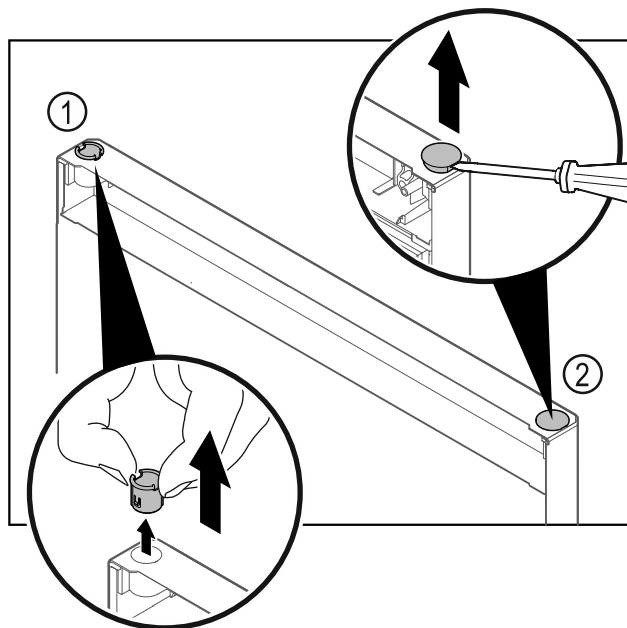

Fig. 28
- ▶ Izvucite čahuru šarke Fig. 28 (1) prstima.
- ▶ Odvijačem s ravnom glavom oprežno podignite čep Fig. 28 (2) i izvadite ga.